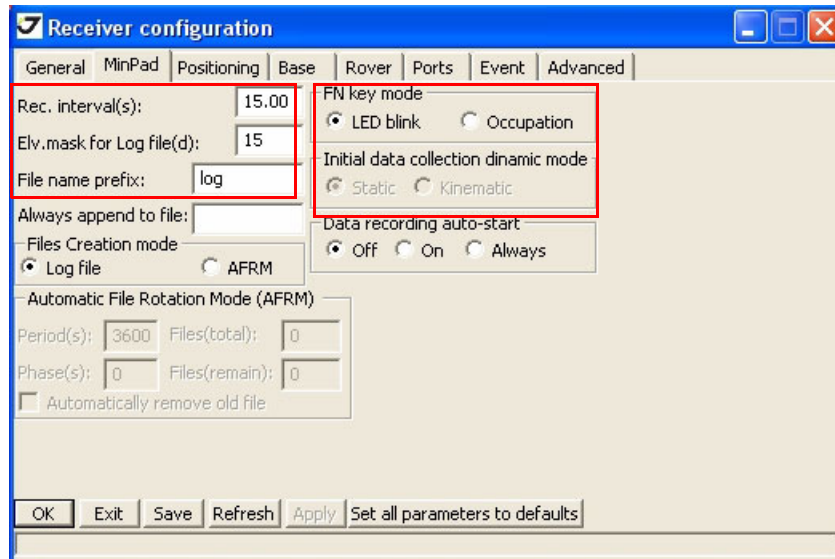

Рисунок 3-8. Настройки приемника – MinPad для записи данных
- Перейдите в закладку *MinPad* и настройте следующие параметры (Табл. 4), а затем нажмите *Apply* (Рисунок 3-8 на стр. 41).